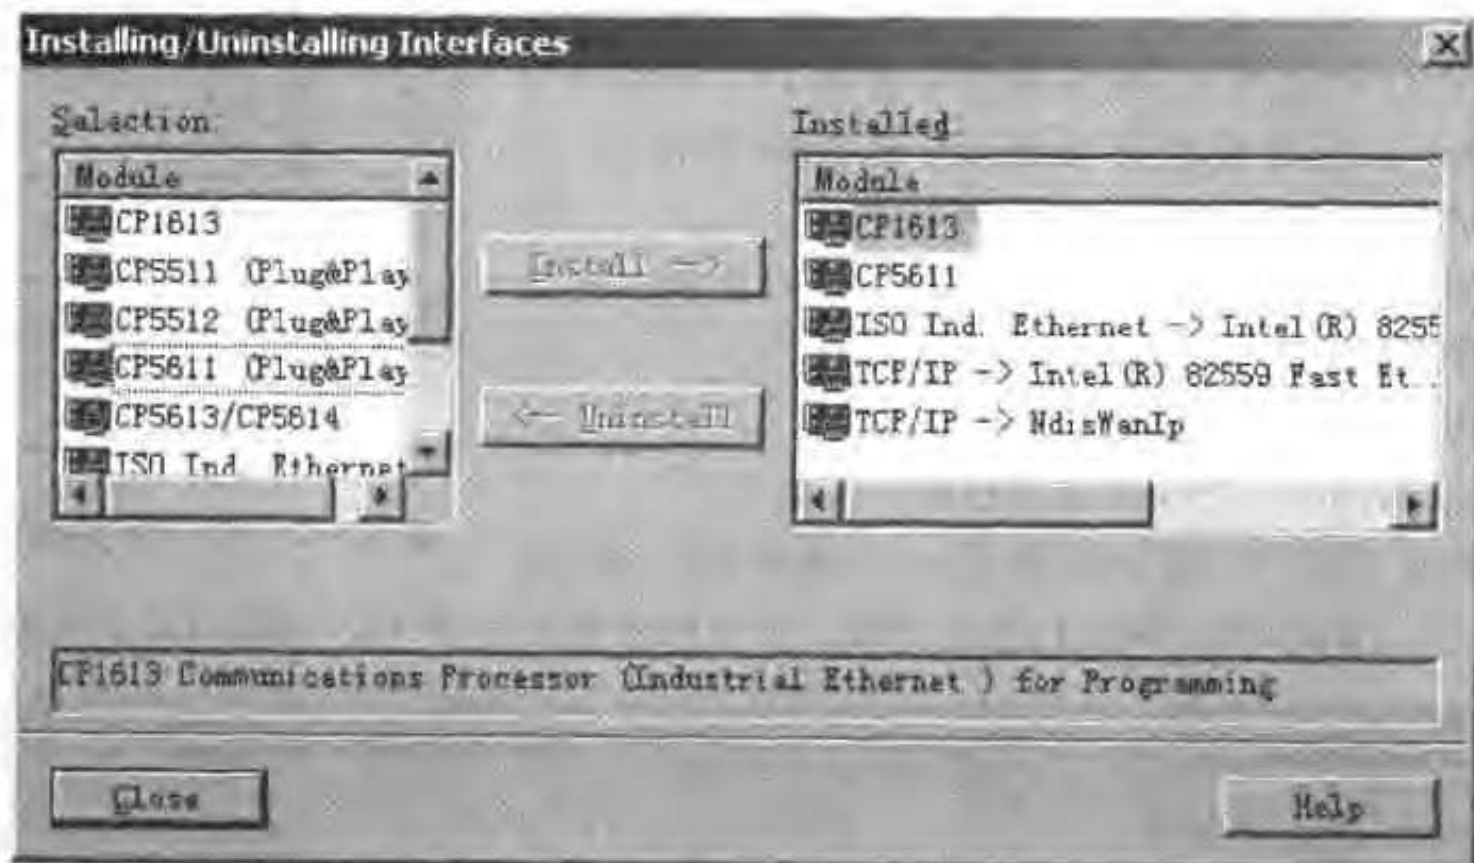

图 11-5 添加 CP1613 模块
- 打开 Windows 控制面板下的工具 Set PG/PC Interface。在打开的应用程序中单击 Select 按钮,打开 Installing/Uninstalling interface 对话框,如果 CP1613 未出现在已安装的模块清单中,添加 CP1613 模块,如图 11-5 所示。单击 Close 按钮,退出此对话框。
- 打开 Windows 控制面板下的工具 Set PG/PC Interface。在打开的应用程序中单击 Select 按钮,打开 Installing/Uninstalling interface 对话框。如果 CP5611 未出现在已安装的模块清单中,添加 CP5611 模块,如图 11-5 所示。单击 Close 按钮,退出此对话框。